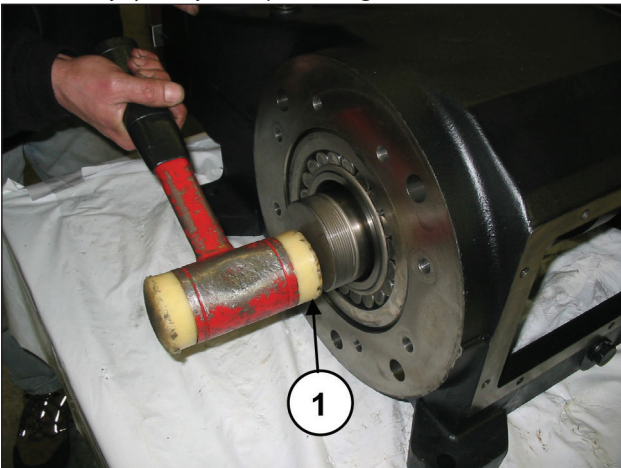

Fig. 29
Extraer el eje acodado con una herramienta de percusión, desde el lado PTO (pos. ①, Fig. 29).